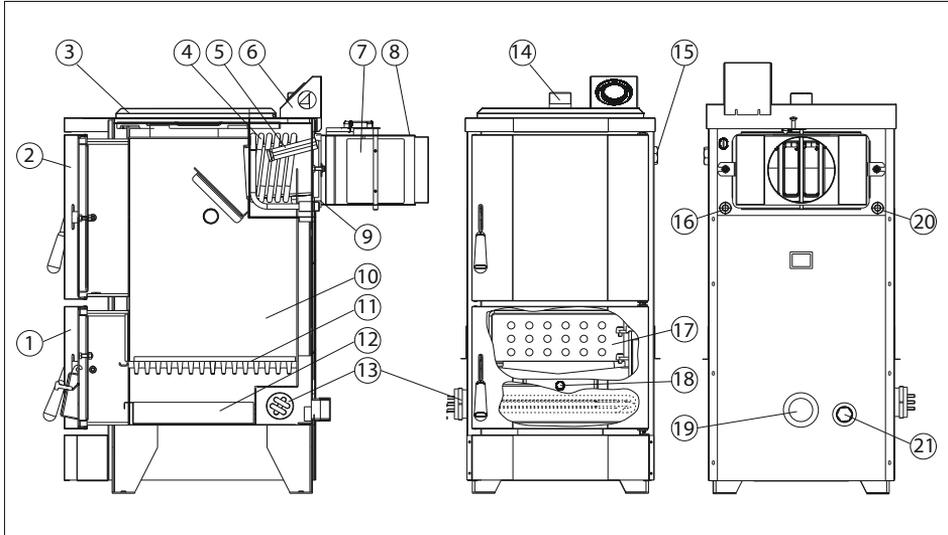

Рис. 1. Будова апарата
Перед пуском апарата в роботу необхідно обов'язково перевірити тягу в димоході. Для цього потрібно піднести аркуш тонкого паперу до відкритої заслінки (рис.1 поз.8), аркуш повинен засмоктуватись в середину апарата.
| (2) Стаканчик (поз.5 рис.1) |
Для установки ТЕНа необхідно злити воду з апарата (системи опалення), відкрити заглушку (поз.13 рис.1) і встановити на її місце ТЕН з характеристиками, що відповідають таблиці 3. Залити воду в апарат (систему опалення). Перед запуском апарата перевірити герметичність установки ТЕНа.
- Зняти пробку на апараті (поз.15, рис.1) та встановити регулятор тяги.